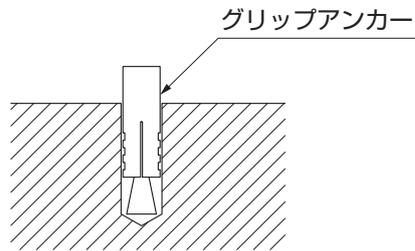

図15-6
- ①グリップアンカーを軽く叩いて挿入し、手ごたえが変わるまでハンマーなどで叩き込んでください。(図15-6参照)